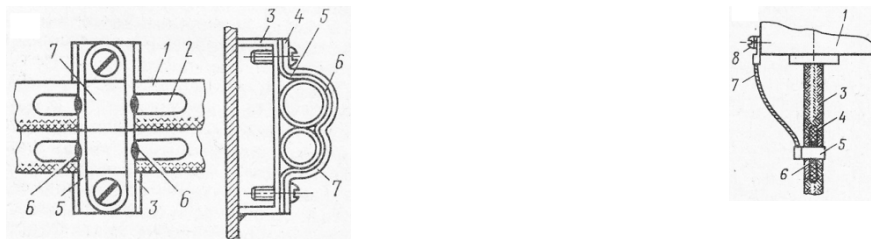

Рис. 3
3. Объяснить методы заземления судового электрооборудования, металлических оболочек кабелей, обеспечение защиты от помех радиоприему (рис.3).